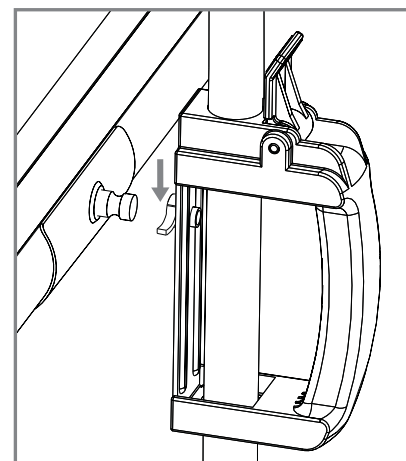

Рис. 6
- при необходимости отстегните штатив от корпуса экрана, повернув рычаг фиксирования рис. 6..